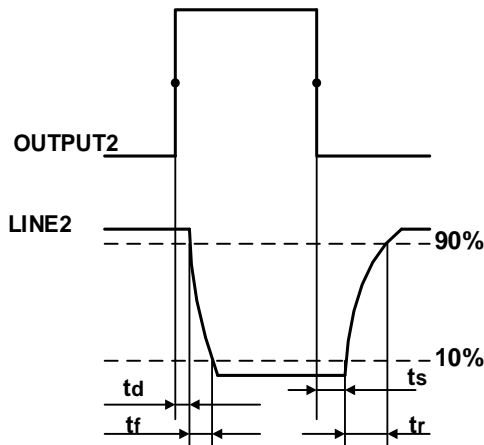

图 7-28 Line2 输出电路参数
- 上升沿延时=tr+td: $<20\mu\text{s}$ ($0^{\circ}\text{C}\sim 45^{\circ}\text{C}$)，参数说明见图 7-28
- 下降沿延时=ts+tf: $<20\mu\text{s}$ ($0^{\circ}\text{C}\sim 45^{\circ}\text{C}$)，参数说明见图 7-28